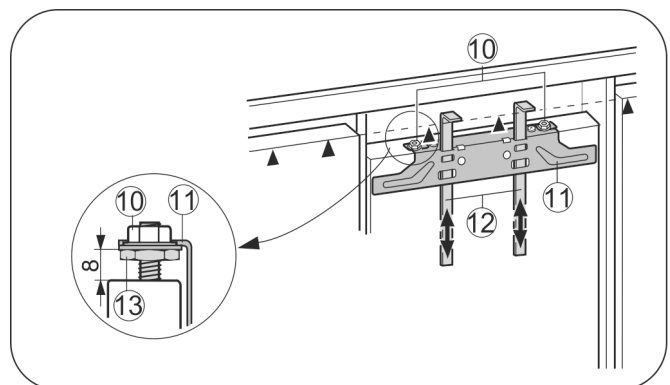

Fig. 17
- ▶ Desplace hacia arriba las ayudas de montaje Fig. 17 (12) a la altura de la puerta del mueble. Canto inferior de tope ▲ de la ayuda de montaje = canto superior de la puerta del mueble que se ha de montar.
- ▶ Desatornille el travesaño de fijación Fig. 17 (11) mediante las contratueras Fig. 17 (10).